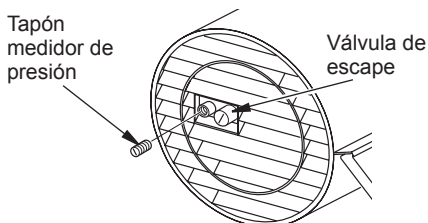

Figura 11 - Retiro del tapón medidor de presión
1. Retire el tapón medidor de presión de la cubierta del extremo del filtro (consulte la figura 11).